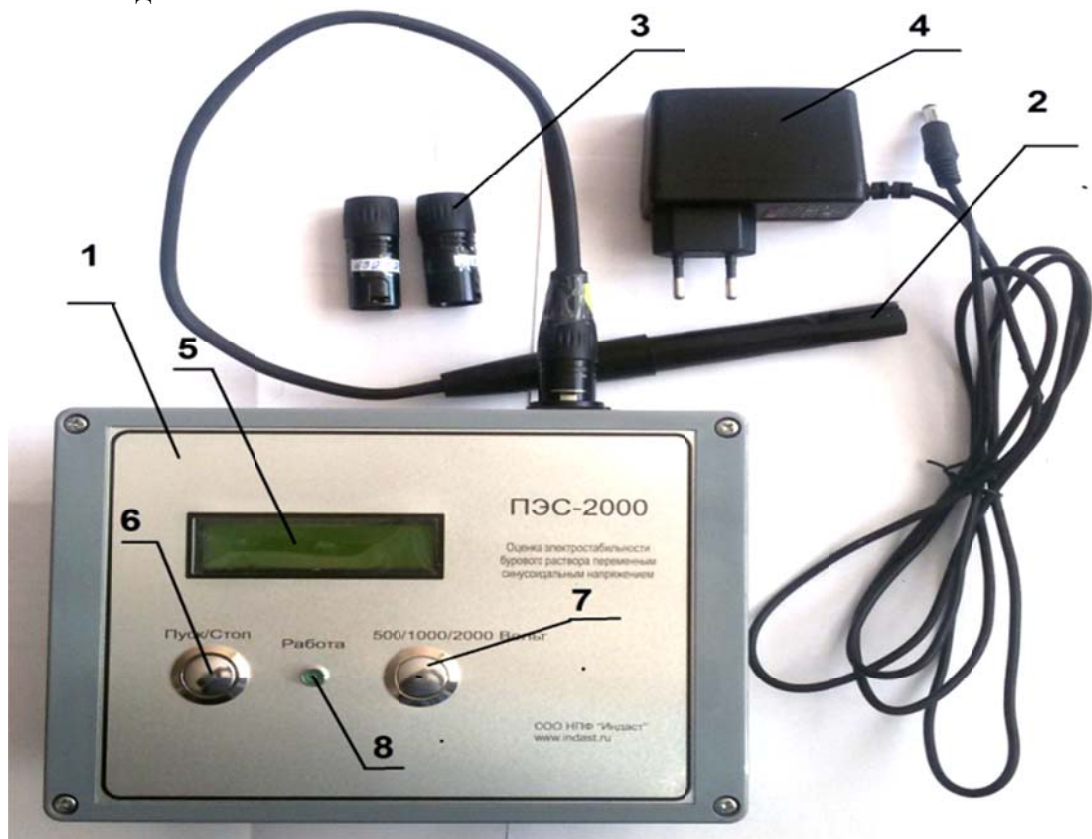

Рис. 1 Анализатор ПЭС-2000
4.2. Анализатор формирует нарастающее напряжение величиной от 0 до 500, 1000 или 2000 вольт со скоростью 150±10 вольт в секунду. Верхняя величина напряжения задается последовательным нажатием кнопки «ПУСК/СТОП» 6 (Рис.1.)